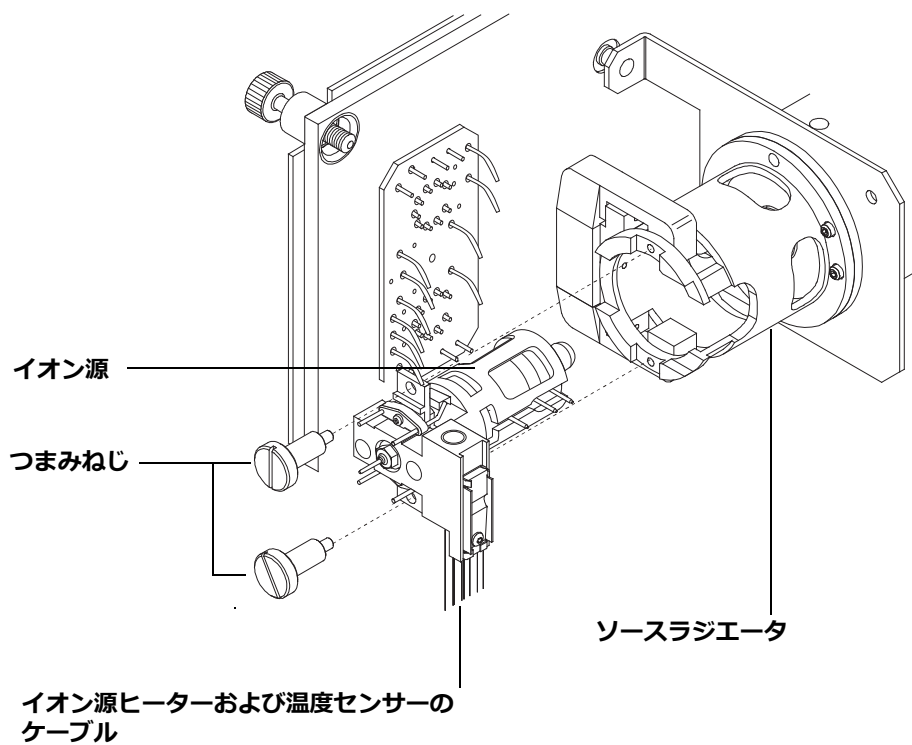

図 26 EI イオン源の取り付け
- 1 イオン源を、ソースラジエータの中へ入れます (図 26)。